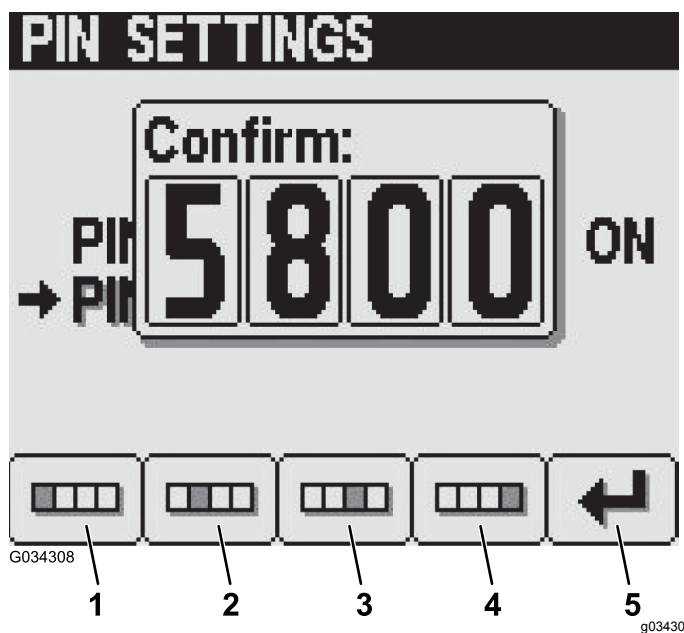

Bild 29
- Drücken Sie auf dem Bildschirm „Confirm“ die Tasten 1 bis 4, um den neuen PIN-Code einzugeben. Drücken Sie nach dem Eingeben der PIN die Taste 5 (Bild 29).
Hinweis: Nach dem Bestätigen des PIN-Codes (Bild 29) wird der Bildschirm „Pin Correct“ für ungefähr fünf Sekunden angezeigt.